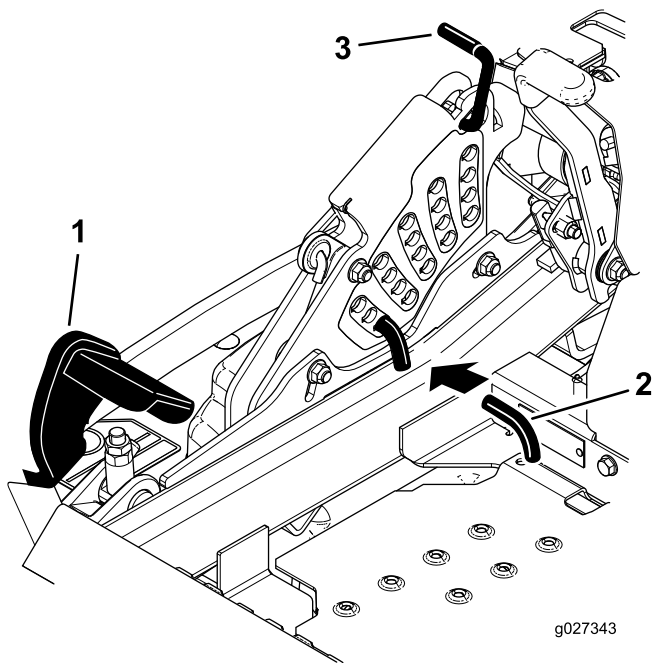

Bild 85
5. Drücken Sie das Mähwerkhubpedal ganz nach vorne; das Mähwerk rastet in der 14-cm-Transportstellung ein (Bild 85).